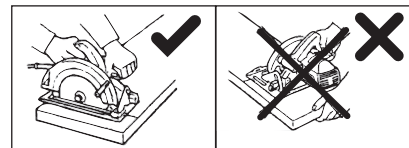

Abb. 10
- Halten Sie die Säge mit beiden Händen am Haupt- und Zusatzgriff fest (siehe Abb. 6 oder Abb. 10) und legen Sie die Grundplatte der Säge auf das Werkstück so auf, dass das Sägeblatt frei laufen kann und die Zähne des Material nicht berühren. Starten Sie die Säge und warten Sie, bis sie die volle Drehzahl erreicht hat.